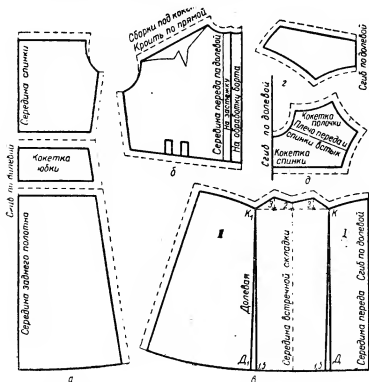

Рис. 211. Подготовка выкройки платья с переходной фасонной кокеткой к раскрою:
Спинка. При раскладке выкройки на ткани (рис. 211, а) нижнюю часть спинки, кокетку юбки и юбку укладывают так, чтобы их середины были по долевой нити на сгибе ткани.
Полочка. Полочку (рис. 211, б) при раскладке выкройки на ткани укладывают так, чтобы ее середина была по долевой нити, отступая от края среза ткани на 3—4 см для подгиба на подборт.
Юбка переда платья. При раскладке на ткани юбку переда (I) платья укладывают так (рис. 211, в), чтобы ее середина была по долевой нити на сгибе ткани. Затем боковую часть юбки (II) укладывают на расстоянии 20 см (можно 16 см) от передней части юбки (на глубину встречной складки).
Кокетка переда юбки. При раскладке выкройки на ткани кокетку укладывают так (рис. 211, в), чтобы ее середина была по долевой нити на сгибе ткани.
Кокетка спинки и полочки лифа. При раскладке выкройки на ткани кокетку спинки укладывают так, чтобы середина спинки кокетки была по долевой нити на сгибе ткани. Затем выкройку кокетки полочки прикладывают к линии плеча спинки так, чтобы плечевые линии были встык (рис. 211, г).